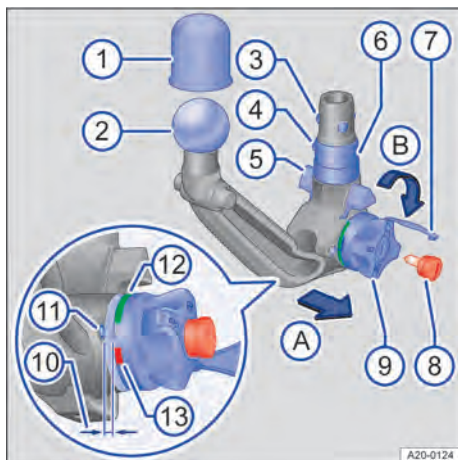

Abb. 159 Übersicht: Abnehmbare Anhängerkupplung.
4. Prüfen, ob die Aufnahme, das Handrad → Abb. 159 ⑨, der Schaft ⑥ und die Verriegelungskugeln ③ der Anhängerkupplung sauber und nicht beschädigt sind → ①. Gegebenenfalls reinigen.
1. Anhängerkupplung unterhalb des Kugelkopfs → Abb. 159 ② mit einer Hand greifen.
2. Schlossabdeckung → Abb. 159 ⑦ vom Schloss abnehmen und den Schlüssel ⑧ in das Schloss stecken.
3. Schlüssel → Abb. 159 ⑧ gegen den Uhrzeigersinn drehen.
4. Mit der anderen Hand das Handrad → Abb. 159 ⑨ in Pfeilrichtung A herausziehen und in dieser Stellung festhalten → ▲.
5. Handrad → Abb. 159 ⑨ bis zum Einrasten in Pfeilrichtung B drehen. Die Anhängerkupplung ist jetzt vorgespannt. Dabei muss die rote Markierung ⑬ vom Handrad zur weißen Markierung ⑪ an der Anhängerkupplung zeigen. Das Handrad steht deutlich sichtbar von der Anhängerkupplung ab. Es ist ein Spalt von etwa 4 mm vorhanden ⑩.
6. Prüfen, ob sich alle Verriegelungskugeln → Abb. 159 ③ vollständig in den Schaft ⑥ der Anhängerkupplung eindrücken lassen.
2. Anhängerkupplung kräftig nach oben drücken, bis sie einrastet. Beide Zentrierungen → Abb. 159  müssen in die Aufnahmen am Fahrzeug greifen.
3. Das Handrad → Abb. 159  befindet sich jetzt in seiner Ursprungsposition. Es ist kein Spalt mehr zwischen Handrad und Anhängerkupplung vorhanden.
4. Schlüssel → Abb. 159  im Handrad im Uhrzeigersinn drehen und abziehen.
5. Das Handrad → Abb. 159  darf sich jetzt nicht mehr herausziehen lassen.
6. Schlossabdeckung → Abb. 159  auf das Schloss stecken und den Schlüssel in der Staubox unterbringen.
1. Die grüne Markierung → Abb. 159  am Handrad zeigt zur weißen Markierung  an der Anhängerkupplung.
2. Das Handrad → Abb. 159  muss an der Anhängerkupplung anliegen und es darf kein Spalt vorhanden sein.
3. Anhängerkupplung → Abb. 159 kräftig nach unten rütteln oder ziehen. Er muss fest in der Aufnahme sitzen → .
4. Das Schloss muss abgeschlossen und der Schlüssel → Abb. 159  abgezogen sein.
5. Die Schlossabdeckung → Abb. 159  muss das Schloss im Handrad verdecken.
- Benutzen Sie niemals die Anhängervorrichtung, wenn der kleinste Durchmesser der Kugel → Abb. 159  kleiner als 49 mm (1,9 in) ist.